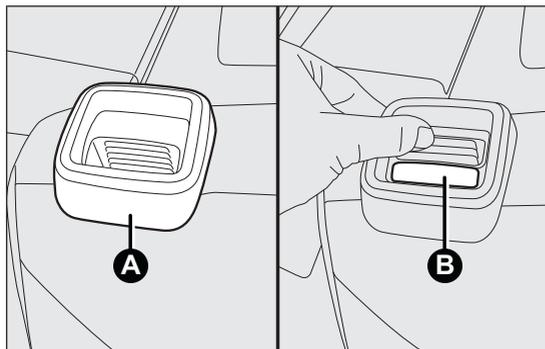

fig. 72
- ❑ *per versioni con sedile posteriore intero*: agire sulla leva A fig. 72 di ritegno schienale e ribaltare quest'ultimo in avanti in modo da ottenere un vano di carico uniforme. Il sollevamento della leva è evidenziato da una "banda rossa" B fig. 72;